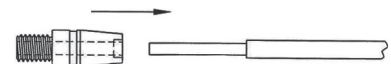

Fig. 2A Reparación del casquillo terminal
6. Aplique una gota de adhesivo en el extremo del núcleo de fibra de vidrio (en caso de empalme, trabaje con un extremo a la vez, como se muestra en la Fig. 2A) y distribúyalo sobre el núcleo con un mondadientes o un clavo.
7. Gire el casquillo mientras introduce la varilla (Figs. 2A y 2B). Limpie el exceso de pegamento. Guarde los materiales no usados en el kit.